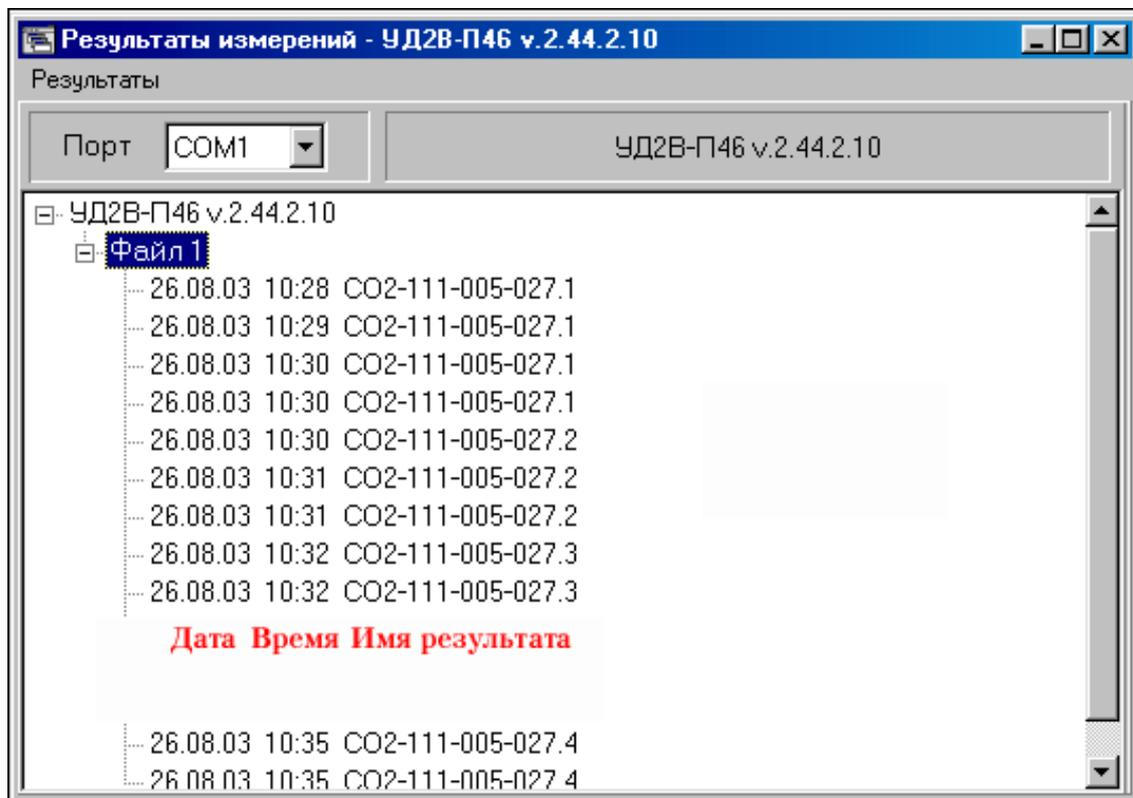

Рис. 2.4 Структура считанных из прибора данных
**Шаг 4.** Программа скопирует данные из прибора и по окончании загрузки выдаст на экран заголовок, с информацией о модели дефектоскопа и версии его программного обеспечения, под которым будут расположены все имеющиеся в приборе файлы результатов и их содержимое (рис. 2.4).